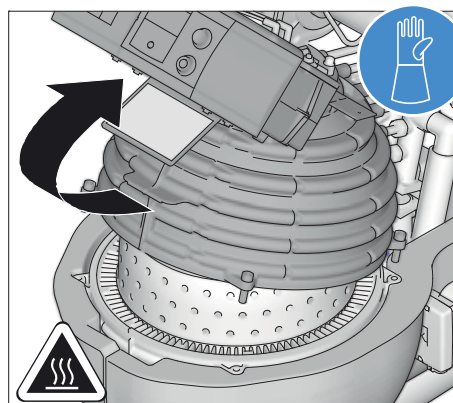

Figura 9-12 Aprire la metà superiore della camera di combustione verso l'alto
- Aprire la metà superiore della camera di combustione verso l'alto (vedere figura 9-12). La metà superiore della camera di combustione viene tenuta aperta da una molla a pressione.